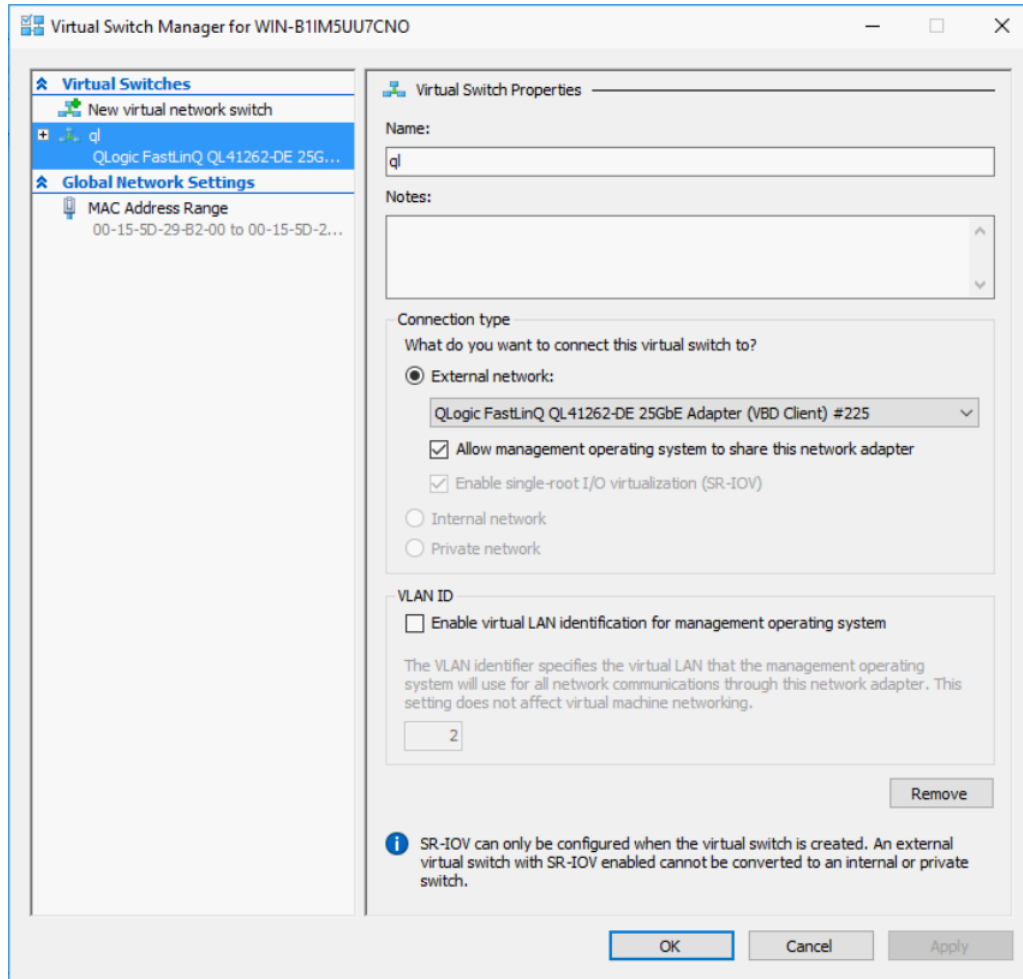

Figure 13-15. Gestionnaire de commutateur virtuel
2. Sélectionnez **Gestionnaire de commutateur virtuel** (voir la Figure 13-15).